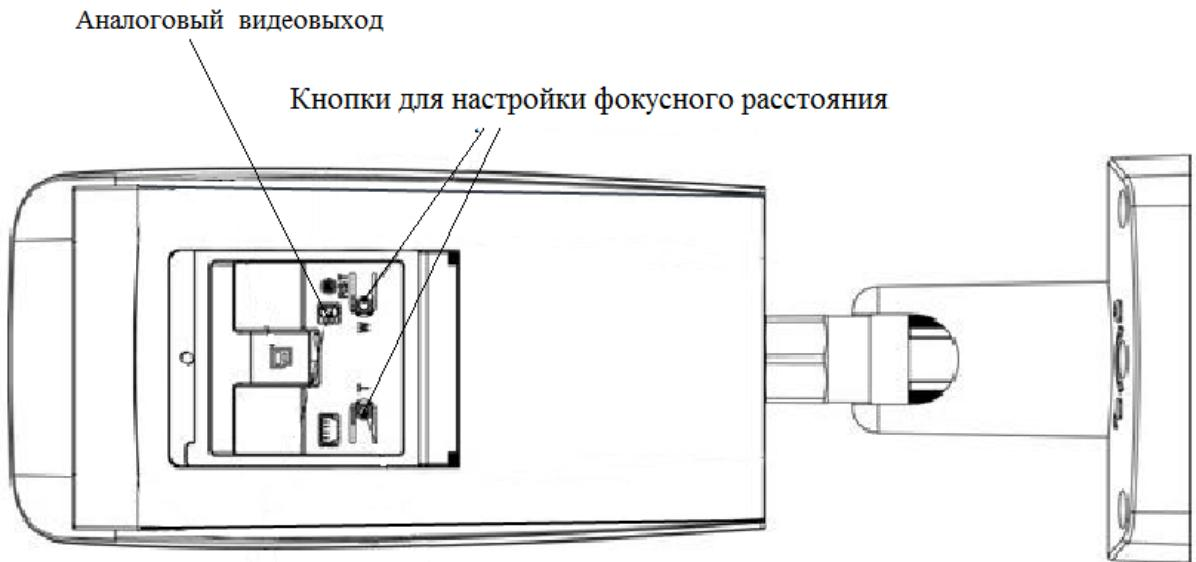

Рисунок 5
4.5 Камера оборудована моторизированным объективом, настройка фокусного расстояния и подстройка резкости предполагается через web-интерфейс камеры. При необходимости можно выполнить настройку фокусного расстояния вручную с помощью кнопок настройки на самой камере Для этого предварительно подключите камеру к аналоговому монитору, используя соответствующий видеовыход на камере. (рис.5).